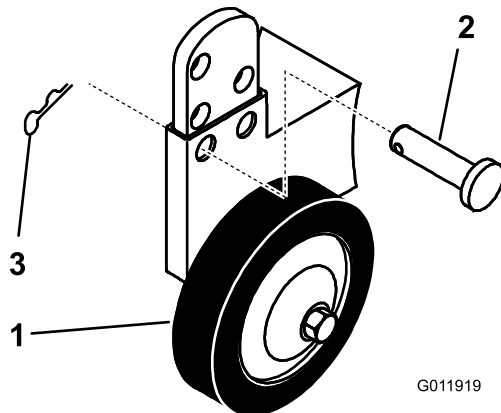

Figura 23
- A. Retire el pasador y la chaveta para cambiar de taladro (Figura 23).
- B. Seleccione una posición de taladro en la cual la rueda niveladora esté separada del suelo 10 mm para la altura de corte a utilizar (Figura 23).